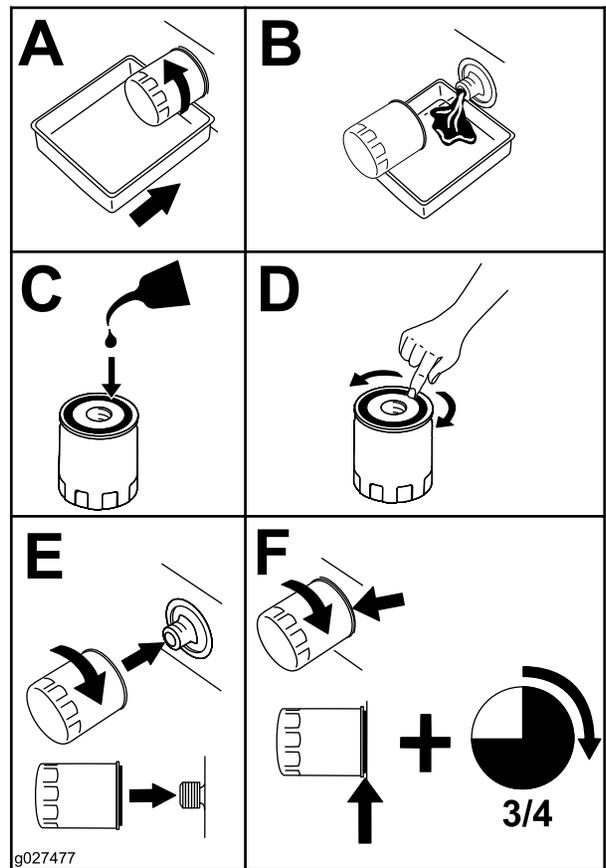

Рисунок 42
6. Замените масляный фильтр двигателя, как показано на Рисунок 42.